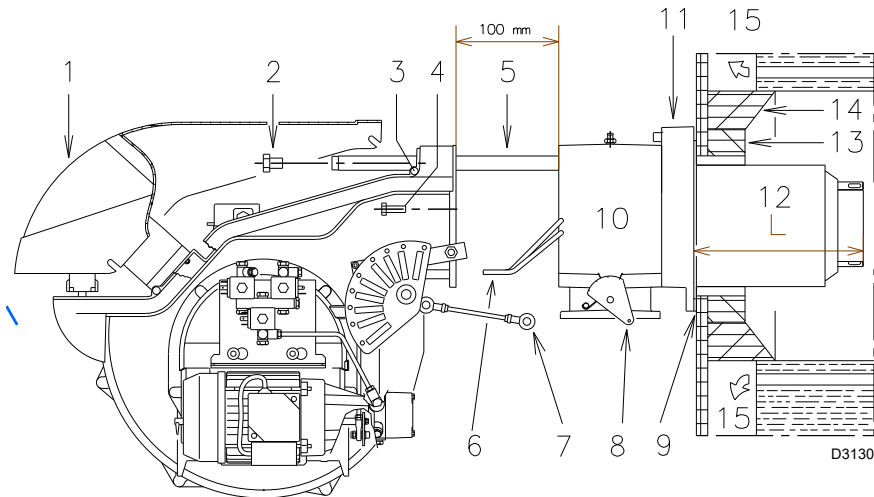
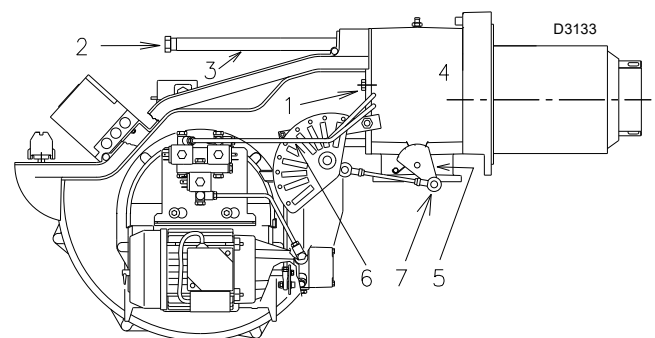

Fig. 14
Fig. 19
Per le caldaie con giro dei fumi anteriore 15)(Fig. 14 a pag. 19), o con camera ad inversione di fiamma, eseguire una protezione in materiale refrattario 13), tra refrattario caldaia 14) e boccaglio 12).
Per le caldaie con il frontale raffreddato ad acqua non è necessario il rivestimento refrattario 13)-14)(Fig. 14 a pag. 19), se non vi è espressa richiesta del costruttore della caldaia.
Separare la testa di combustione dal resto del bruciatore, Fig. 14:
- scollegare i tubi del gasolio svitando i due raccordi (6).
- Sganciare lo snodo (7) dal settore graduato (8).
- Allentare le 4 viti (3) e togliere il cofano (1).
- Togliere le viti (2) dalle due guide (5).
- Togliere le due viti (4) ed arretrare il bruciatore sulle guide (5) per circa 100 mm.
- Disinserire i cavi degli elettrodi e quindi sfilare del tutto il bruciatore dalle guide. Fissare il manicotto con flangia (11)(Fig. 14) alla piastra della caldaia interponendo lo schermo isolante (9)(Fig. 14) dato a corredo. Utilizzare le 4 viti pure date a corredo dopo averne protetto la filettatura con prodotti antigrippanti.
Rimontare il bruciatore sulle guide 3)(Fig. 19) a circa 100 mm dal manicotto 4)(Fig. 19); vedi bruciatore nella posizione illustrata dalla Fig. 14.
Inserire i cavi degli elettrodi e quindi far scorrere il bruciatore fino al manicotto, bruciatore nella posizione illustrata dalla Fig. 19.
Rimettere le viti 2) sulle guide 3)(Fig. 19).
Fissare il bruciatore al manicotto con le viti 1)(Fig. 19).
Ricollegare i tubi del gasolio avvitando i due raccordi 6)(Fig. 14).
Riagganciare lo snodo 7) al settore graduato 5)(Fig. 19).